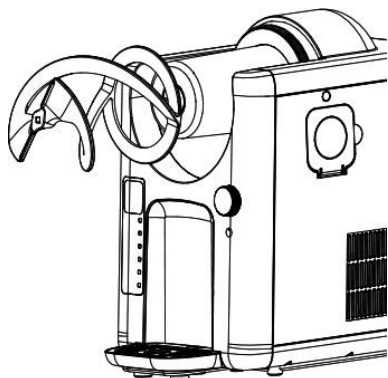

Fig. 8
9. Drei blandebeholderen mot klokken og trekk den forsiktig av bunnhuset (fig. 8).